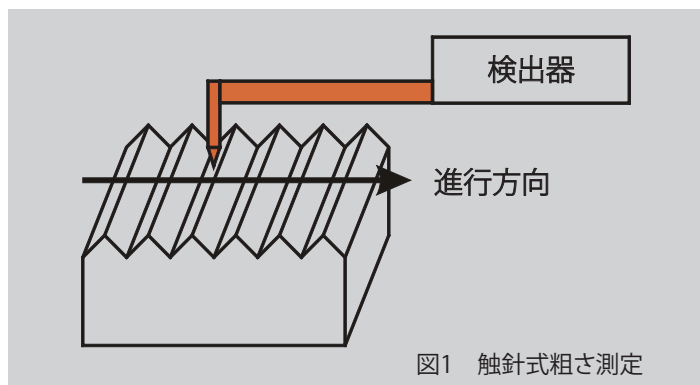

図1 触針式粗さ測定
- 製品の表面状態を評価する表面粗さ測定では主に触針式測定法が用いられます。触針式測定法は図1のように被測定物の表面の筋目に対して直角方向に触針を走査し、表面の凸凹に倣って動作する触針の変位を検出します。